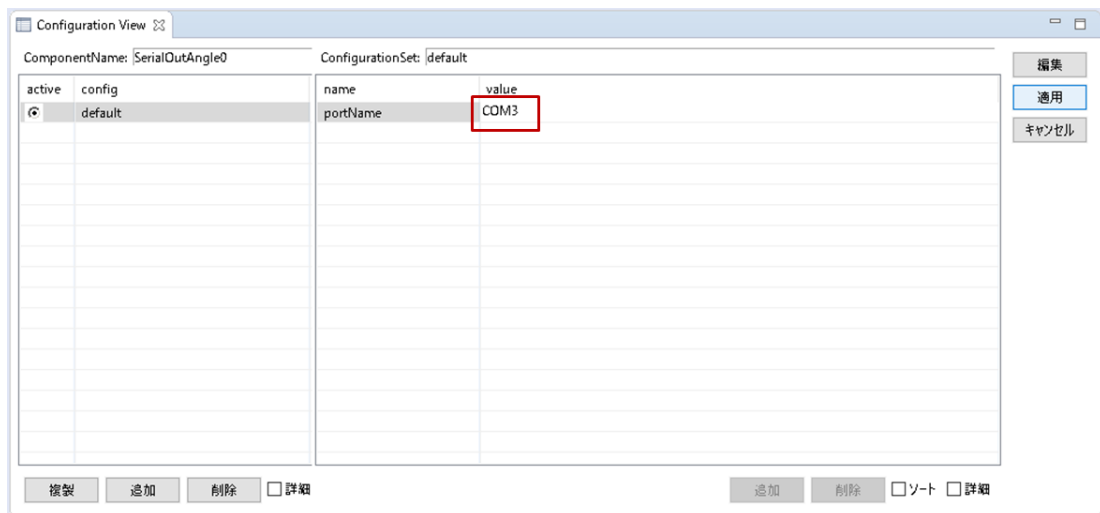

図 15 シリアルポートの設定
- ⑨ 「System Diagram」上の「SerialOutAngle」コンポーネントを選択する。「Configuration View」の「portName」欄にマイコンが接続されているポート名を入力し、適用を選択（図 15）。